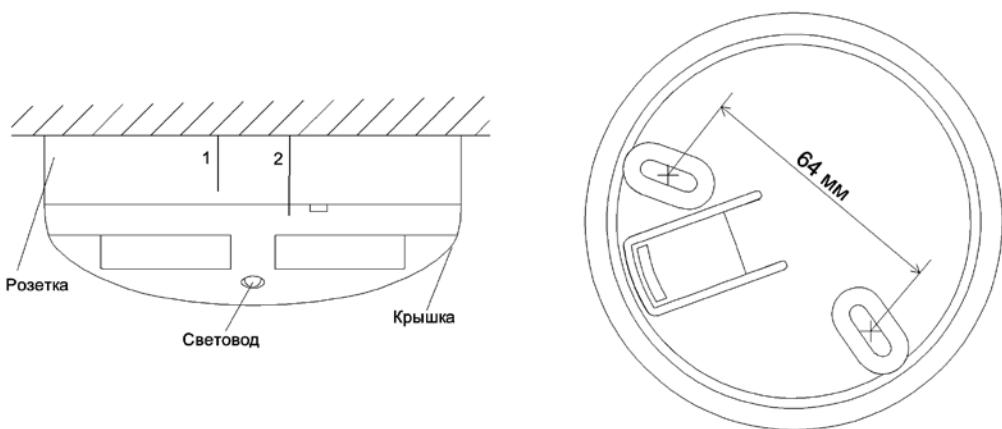

Рисунок 11.3
- При установке извещателя в розетку необходимо совместить рискну на корпусе извещателя с «короткой риской 1» на розетке и повернуть его по часовой стрелке до совмещения с «длинной риской 2» (см. Рисунок 11.3).